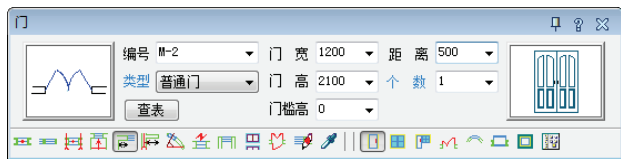

图 5-6 设置参数
6) 在所选的图标上双击, 返回“门”对话框; 设置编号为 M-2 的门图形参数, 结果如图 5-6 所示。